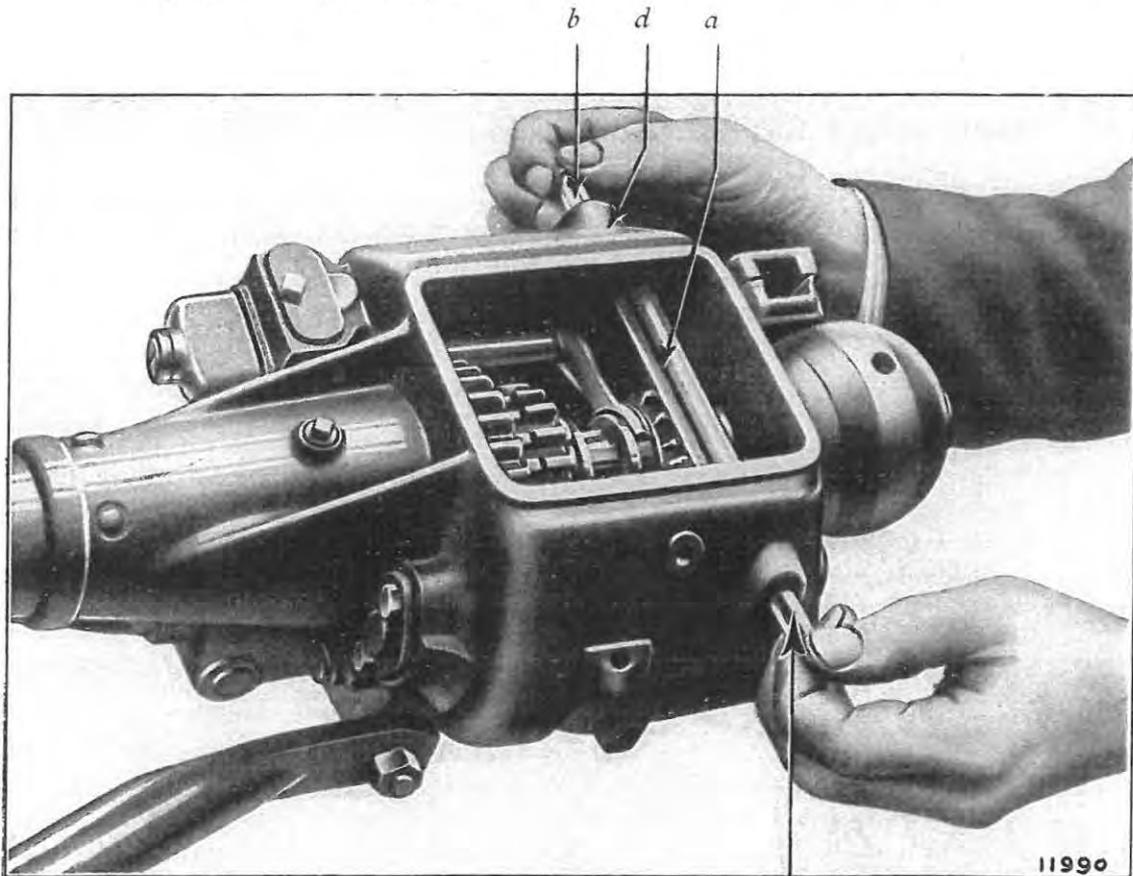

Fig. 50. — Démontage de l'axe de fourchette de marche AR.
2. Enlever l'axe de commande du baladeur de marche arrière (a) (fig. 50).